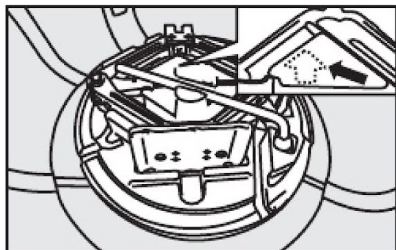

fig. 13
- Colocar o macaco no suporte das ferramentas fig. 13, encaixando de modo a evitar vibrações, ou que se solte durante a marcha. Ao colocar o macaco no suporte, exerça pressão do centro para as extremidades, de forma que as laterais do macaco fiquem bem encostadas nas bordas de sua sede.
O suporte deve ser colocado com a seta (detalhe - fig. 13) apontando para o sentido de marcha do veículo (frente).